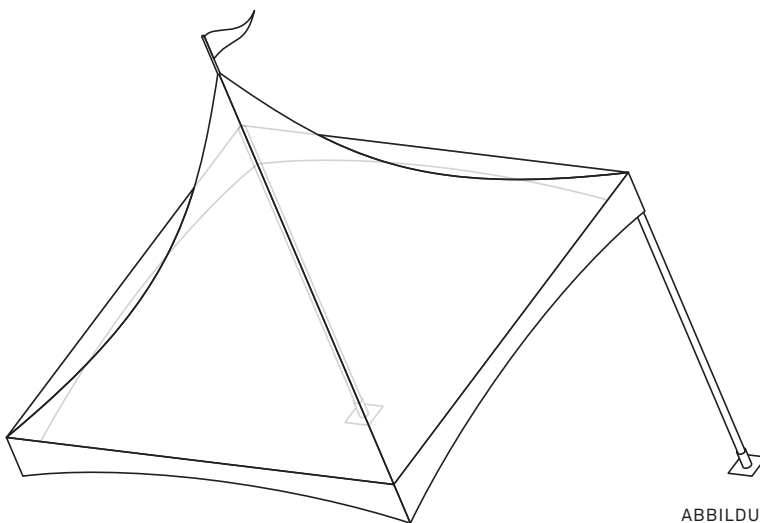
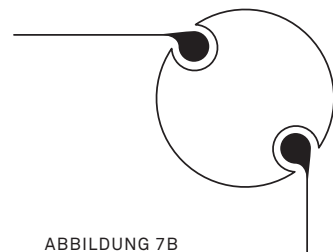

ABBILDUNG 7A
ABBILDUNG 7B
8. Platzieren Sie zwei Pfähle an einer Seite unter dem Rahmen, sodass der Dachrahmen schräg liegt (siehe Abbildung 7a). Achten Sie darauf, dass die Verbreiterung des Kederschlitzes in den vertikalen Pfählen oben liegt und dass die Kederschlitze in einem Winkel von 45° zu den Ecken des Zelts angebracht werden (Abbildung 7b).